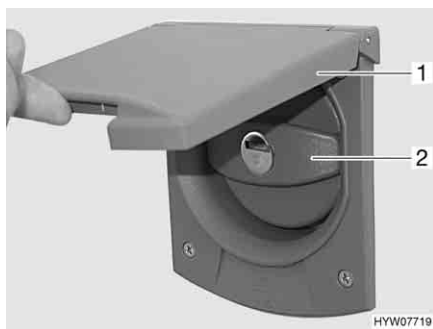

Fig. 88 Coperchio per bocchettone di riempimento dell'acqua potabile
- Alzare lo sportello esterno (Fig. 88,1) verso l'alto.
- Ruotare il coperchio blu (Fig. 88,2) di un quarto di giro.